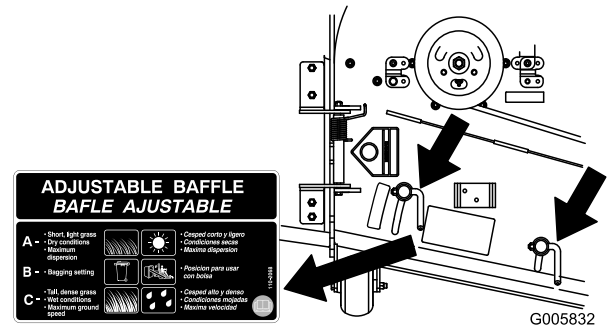

Figura 31
3. Para ajustar os bloqueios do excêntrico, rode a alavanca para cima para soltar o bloqueio do excêntrico (Figura 31).